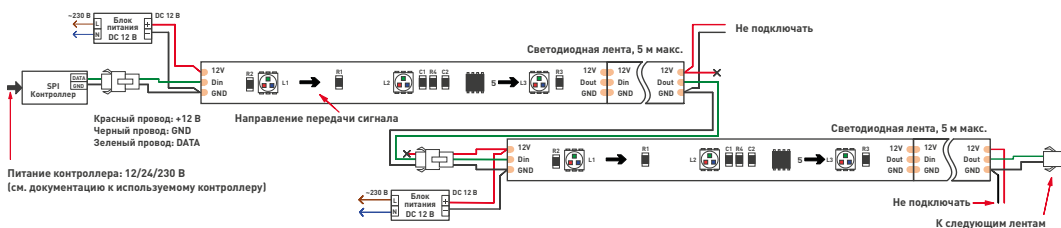
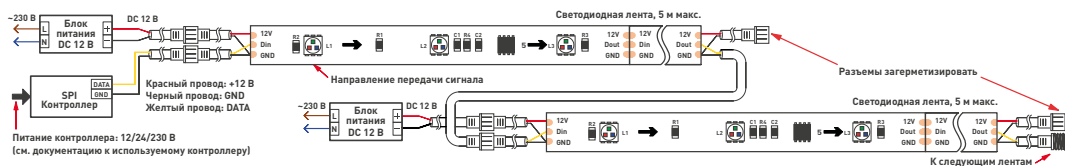

Рис. 1. Схема подключения ленты SPI-5000 и SPI-5000SE.
Рис. 2. Схема подключения ленты SPI-5000P и SPI-5000PGS.
- Подключите ленту по схеме Рис. 1 или Рис. 2 в соответствии с типом ленты, соблюдая полярность и маркировку проводов. При подключении лент и соединении отрезков учитывайте направление передачи цифрового сигнала, указанное стрелкой на ленте. Вход сигнала управления имеет обозначение «Din», выход — «Dout». Для подключения используйте коннекторы из комплекта поставки. Руководствуйтесь маркировкой, нанесенной на ленту (см. таблицу), маркировкой на контроллере и информацией, приведенной на Рис. 3 и Рис. 4.
- Подключите ленту согласно используемой схеме (Рис. 1 или Рис. 2), соблюдая полярность.